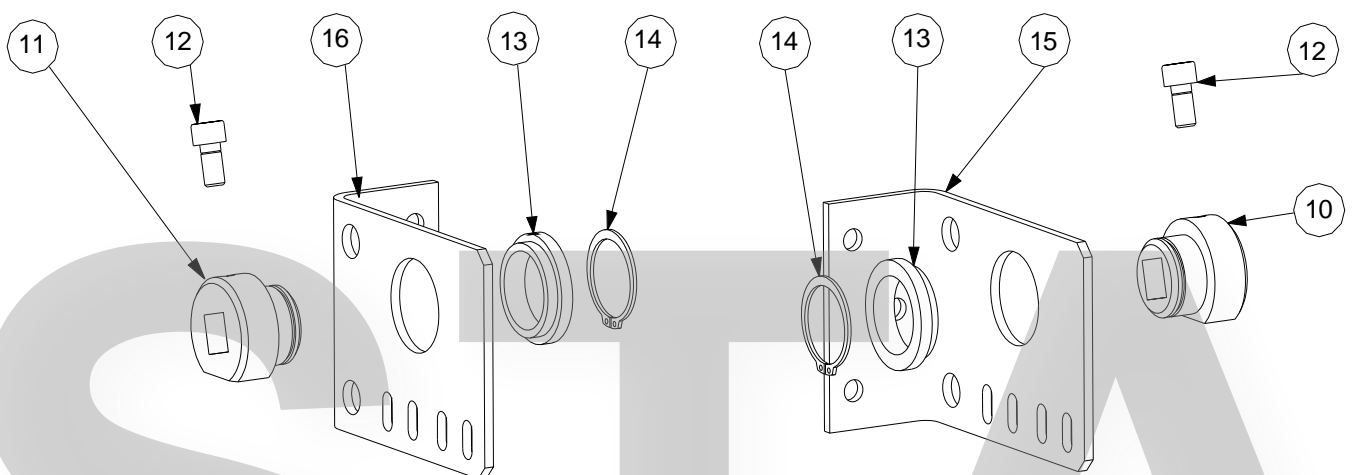

Figure.4
Lors du montage, il faut tenir compte qu'aussi bien les plaques base (**15** et **16**) que les bagues d'appui (**10** et **11**), présentent des formes différentes sur le côté droit et sur le côté gauche. Assurez-vous que les rainures de la plaque base restent toujours vers le bas (Voir Fig. 4). De la même façon, vérifiez que la face plane de la bague reste parallèle aux rainures de la plaque, et l'écrou devra toujours être orienté vers l'étrier de l'ascenseur, selon ce qui est représenté sur la figure 4. Les autres composants peuvent s'utiliser indifféremment d'un côté comme de l'autre.
Introduisez une douille en nylon (**13**) dans chacune des plaques base, de la façon indiquée sur la Fig.4, puis, introduisez la bague d'appui, du côté opposé à la douille en nylon, en la reliant à la douille au moyen d'un anneau de sûreté (**14**), en vous aidant d'une pince à pointes
droites. Finalement, introduisez dans chaque bague une vis M8 x 16 DIN 912 8.8 (12). Pour faciliter le montage, voir figure 4.